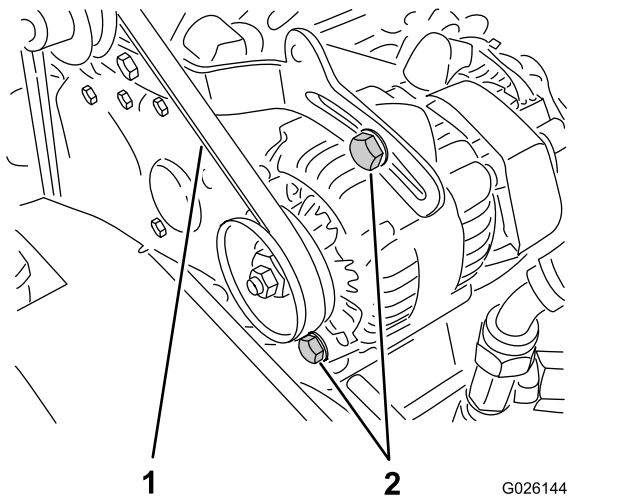

Bild 60
2. Prüfen Sie die Spannung, indem Sie eine Kraft von 10 kg in der Mitte zwischen der Lichtmaschine und den Kurbelwellenscheiben ansetzen (Bild 60).
- A. Lockern Sie die zwei Befestigungsschrauben der Lichtmaschine (Bild 60).
- B. Drehen Sie die Lichtmaschine mit einer Stange, bis die richtige Riemenspannung erzielt ist. Ziehen Sie die Befestigungsschrauben dann fest (Bild 60).